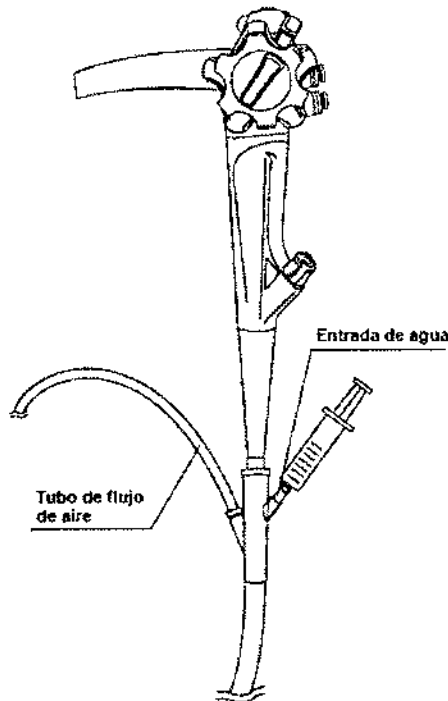

Figura 4
6. Con la jeringa de 30 cm³ (30 ml), vuelva a inyectar 20 cm³ (20 ml) de agua estéril por la entrada de agua del tubo de protección de un solo uso (consulte la figura 4).